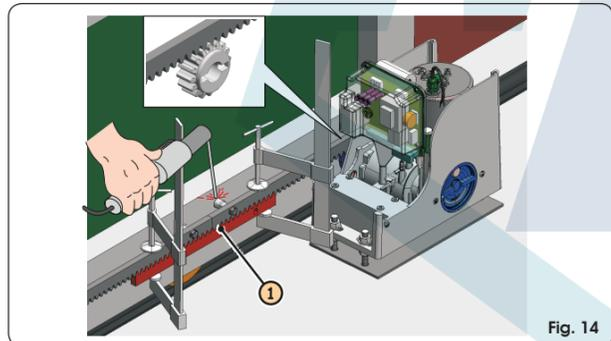

Fig. 14
5. Acerque otro elemento de cremallera al precedente utilizando, para sincronizar la dentadura de los dos elementos, un trozo de cremallera como se indica en la Fig.14 ref. 1.
- Acerque otro elemento de cremallera al precedente utilizando, para sincronizar la dentadura de los dos elementos, un trozo de cremallera como se indica en la Fig. 14 ref ①.